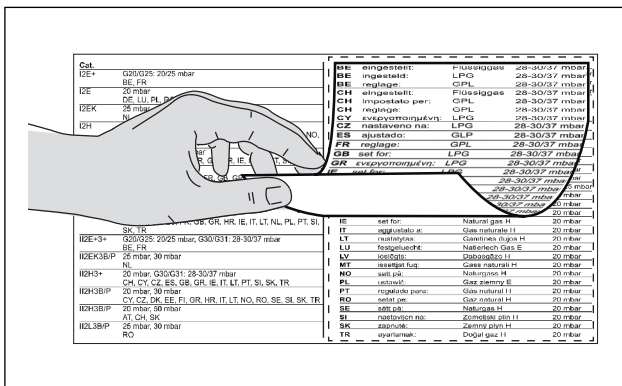

Abb. 4.46 Typenschilder des Düsensatzes aufkleben
- ▶ Kleben Sie die im Lieferumfang enthaltenen Düsensatz-Typenschilder an passender Stelle über das Düsensatz-Typenschild auf der Unterseite des Kochfeldes (siehe Abb. 4.46) und auf die vorletzte Seite der Bedienungsanleitung.